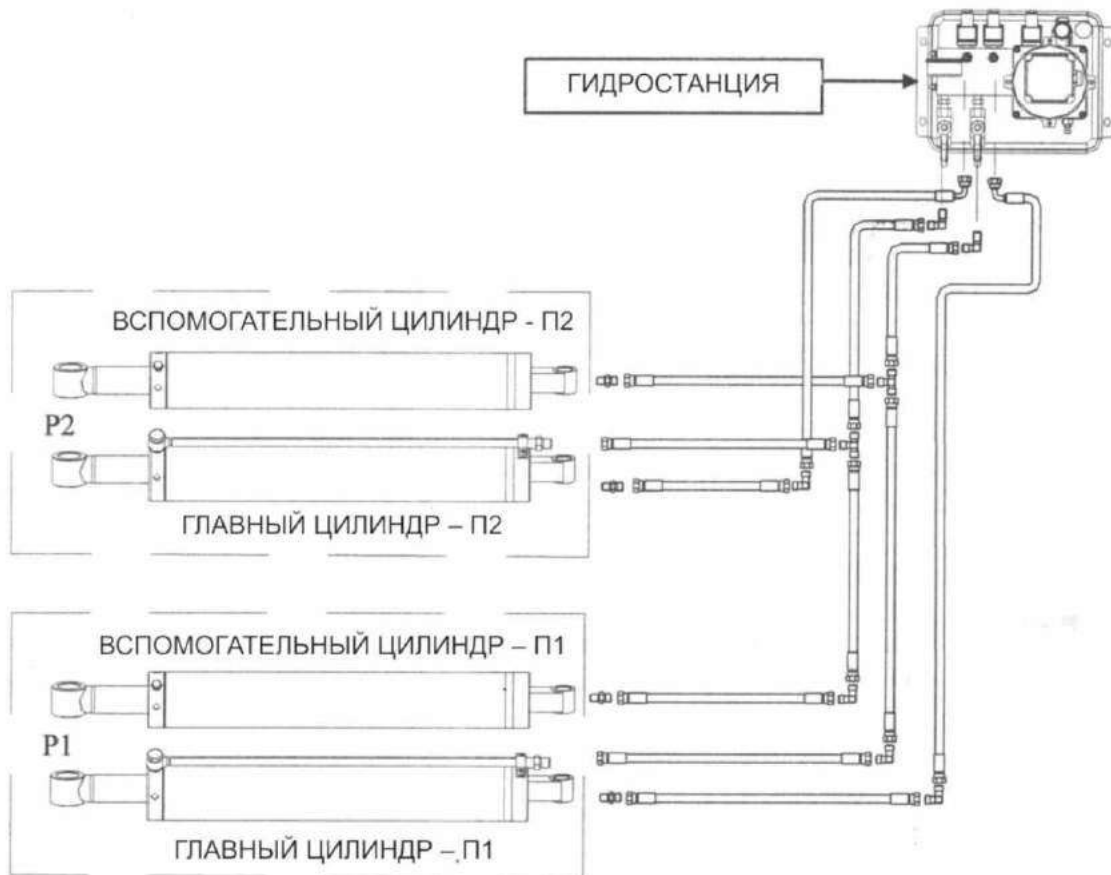

Рис.12 Схема подключения гидравлической линии.
7.5 Подключение гидравлической системы (см. Рис.12)